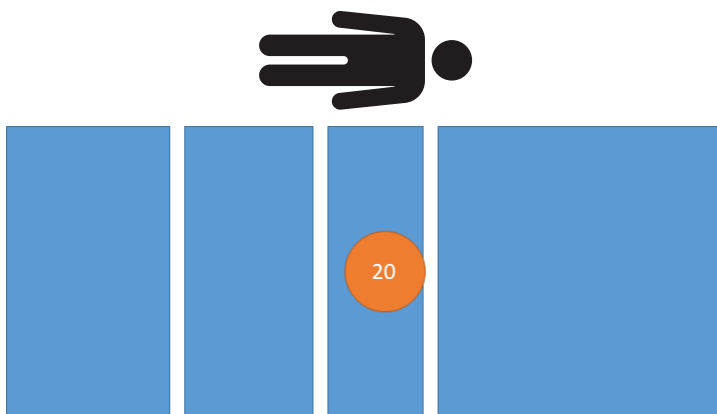

Figura 18 – Ensaio de desempenho de pesagem - 20 kg
1. Utilizando pesos calibrados, coloque 20 kg no produto (Figura 18).
11. Utilizando pesos calibrados, coloque 20 kg no produto (Figura 18).